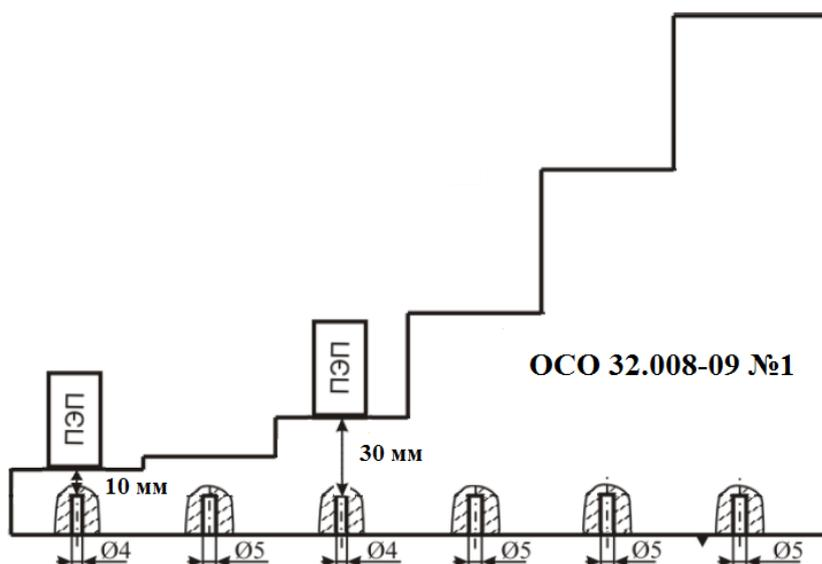

Рис. 7.1.1. Схема установки преобразователя П111-5,0-К8-ЖД на ОСО 32.008-09 №1 при проверке чувствительности по варианту DR1. Основной способ настройки.
- установить ПЭП на ступень 10мм в ОСО 32.008-09 №1 и найти максимум эхосигнала от плоскодонного отражателя, Рис.7.1.1;
- установить ПЭП на ступень 30мм в ОСО 32.008-09 №1 и найти максимум эхосигнала от плоскодонного отражателя, Рис.7.1.1;